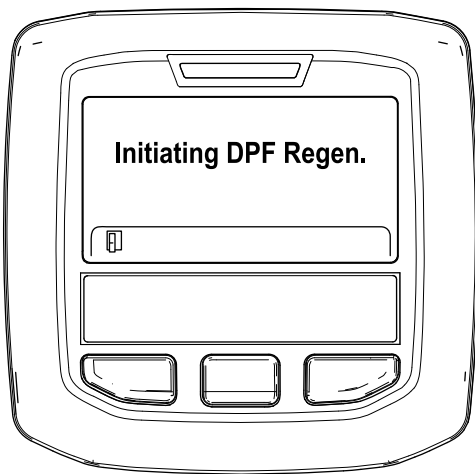

Figura 46
- A. Se muestra el mensaje "Initiating DPF Regen." (Iniciando regeneración de DPF) (Figura 46).